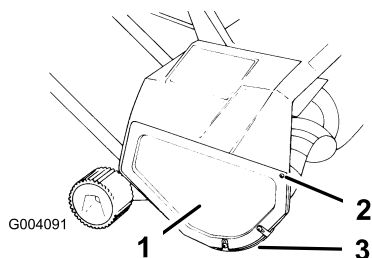

Figura 13
1. Togliete le tre viti che fissano il carter destro e il pattino al telaio dello spazzaneve (Figura 13).